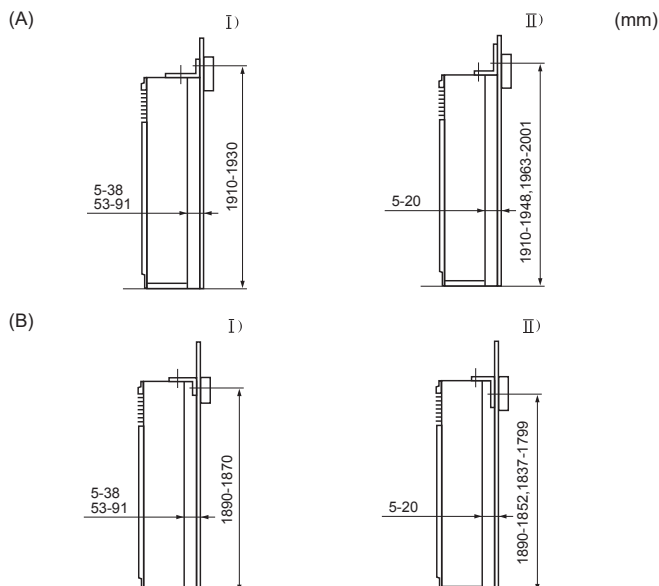

Fig. 3-3
La staffa di protezione contro il ribaltamento (1) è montata sulla superficie superiore dell'unità. Rimuovere le viti di maschiatura (2) e installare poi di nuovo la staffa, come indicato nell'illustrazione. Per le distanze di installazione corrette, vedere la Fig. 3-3.
- (D) Vite
3.3. Montaggio della staffa di protezione contro il ribaltamento (Fig. 3-3)